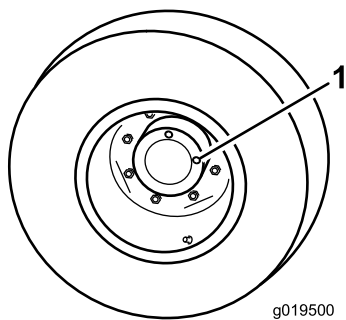

Bild 81
1. Wenn die Maschine auf einer ebenen Fläche steht, positionieren Sie das Rad so, dass eine Prüfschraube auf 12 Uhr und die andere auf 3 Uhr steht (Bild 81).
1. Prüf-/Ablassschraube (2)
2. Entfernen Sie die Schraube, die auf 3 Uhr steht (Bild 81).